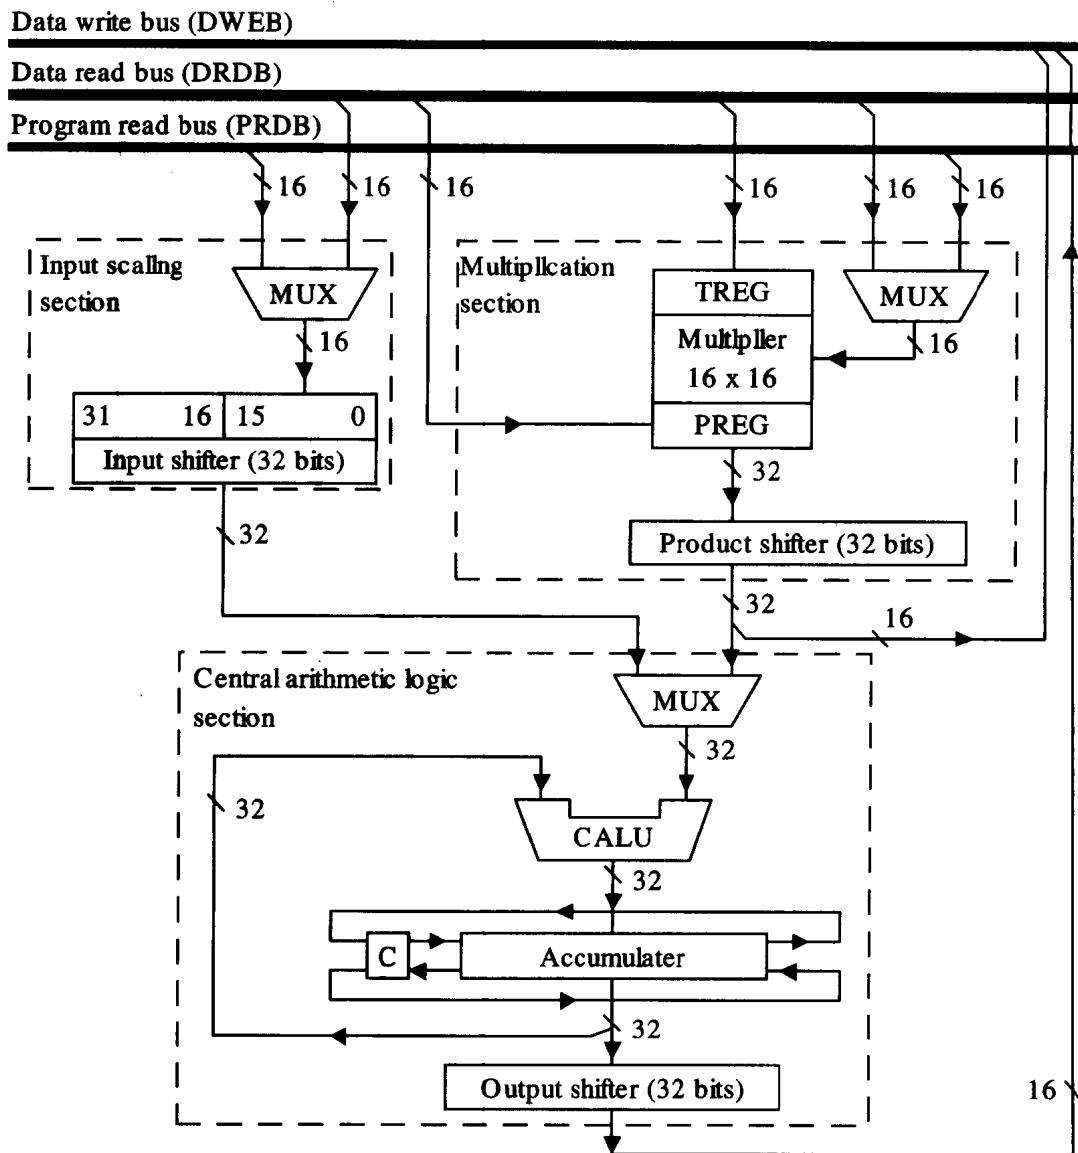

图 1-2 乘法器工作模块图
2. 独立的乘法器 (multiply)，可进行 16×16 bit 的乘法运算，由累积器 (ACC) 及 16 bit 的“暂时寄存器” (TREG: Temporary Register) 一起输入数据，其结果会存入 32 bit 的“结果寄存器” (PREG: Product Register) 内。同时也可以有移位 (shift) 的操作。如图 1-2 所示。